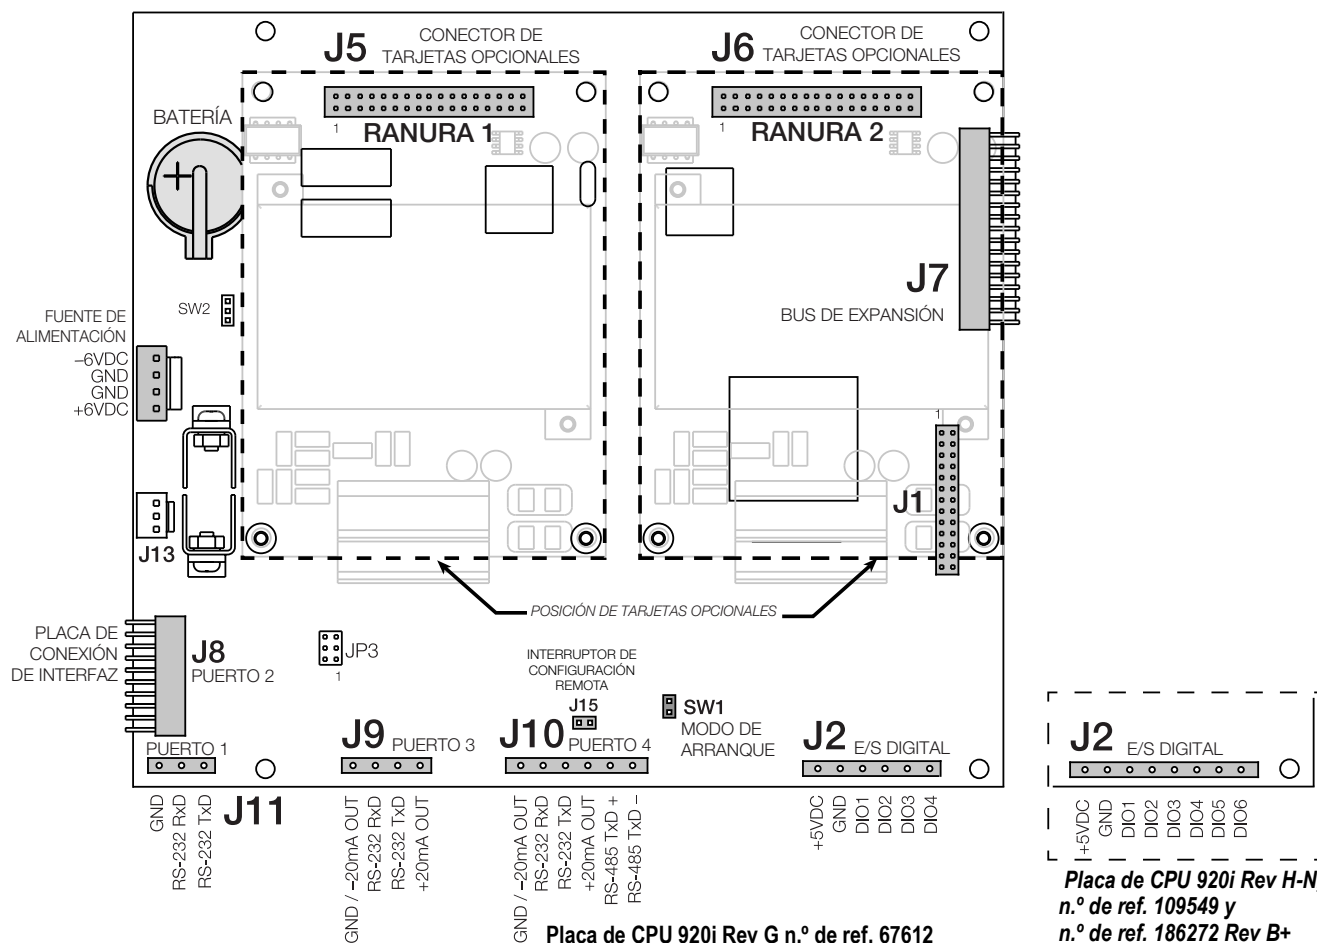

Figura 3-8. Tarjeta de CPU 920i
7. Localice la batería insertada en la placa de la CPU. Consulte la Figura 3-8 en la página 24.